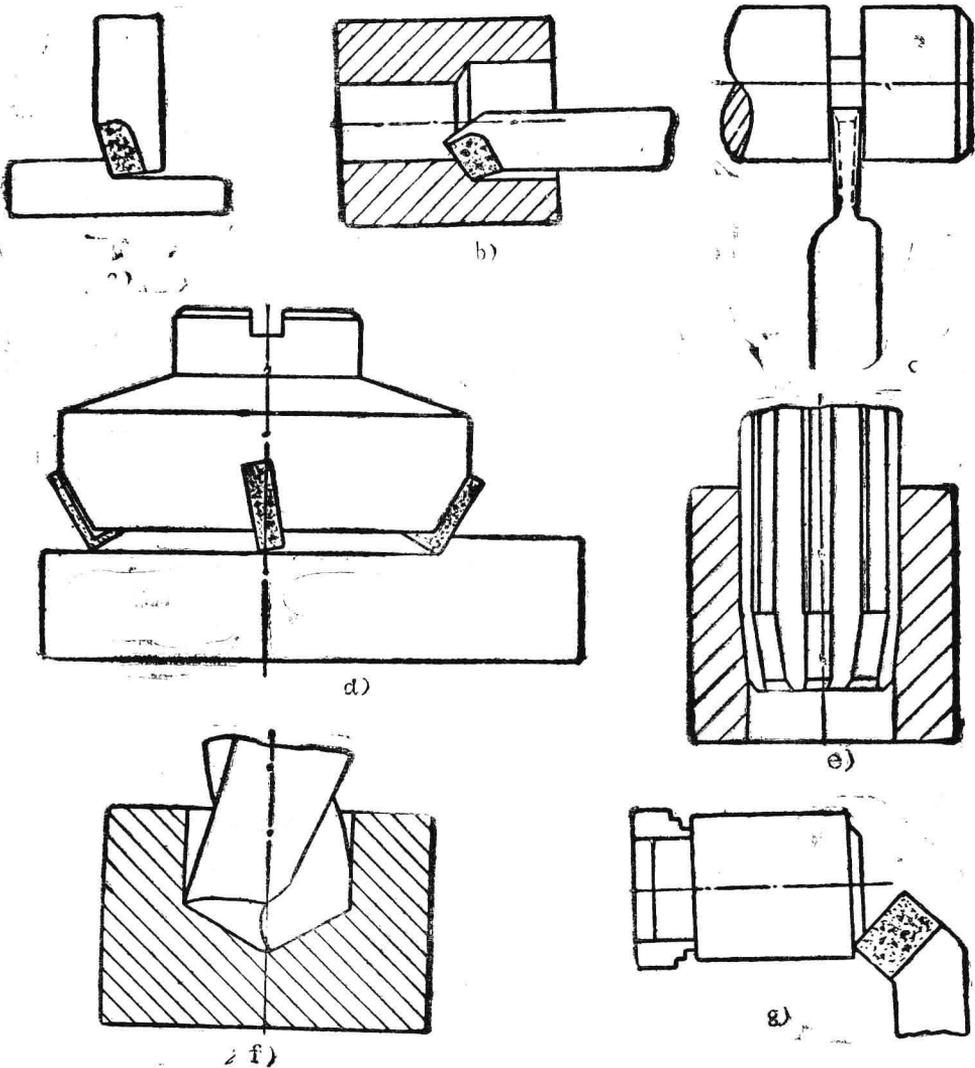

图 1 各种切削加工方式简图
3. 在图1中标出各种切削加工方式的主运动方向、进给运动方向和切削表面、待加工